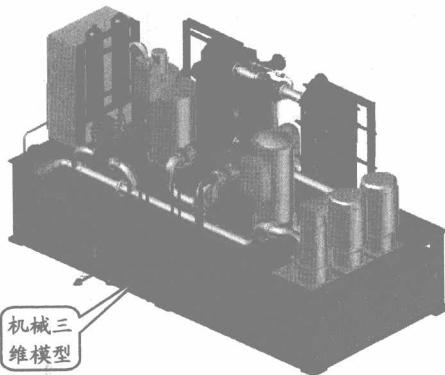

图 1-2 液压站实体模型
- **机械制图** 机械设计是当前的一个热门行业，利用 AutoCAD、Pro/ENGINEER、UG 等一些 CAD 软件可以方便地制作出机械部件或对其进行模拟测试。例如运动仿真、装配设计、模具设计、甚至运动分析等，如图 1-2 所示的是利用 AutoCAD 创建的液压站实体模型。